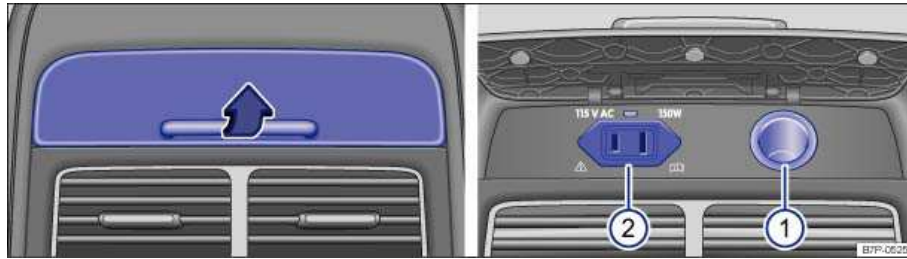

Fig. 130 Rear center console: Open cover for access to the 115 Volt outlet (if equipped).
- In the rear center console ⇒ fig. 128 \(1\) or ⇒ fig. 130 \(1\).
⇒ fig. 130 (2)
Outlet ⇒ fig. 130 (2)	Maximum power draw